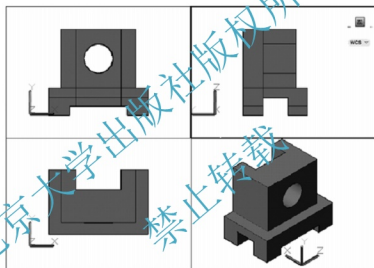
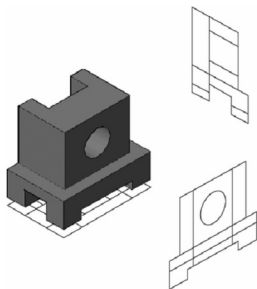

图 13-7 使用【轮廓】命令后的视口显示
图 13-8 使用【轮廓】命令后的模型空间显示
重复执行 SOLPROF 命令的操作过程, 分别激活俯视图和左视图, 选择其中的图形, 此时, 三个视口中增加了在模型上描下的轮廓, 而且按照可见与不可见, 将轮廓线分别放置在不同的图层上。此时的三个视口如图 13-7 所示, 实体上明显增加了一些图线。单击【模型】标签, 结果如图 13-8 所示, 在实体的三个方向上, 投出了二维图形。
(8) 冻结实体模型所用的图层。如图 13-7 所示, 虽然各个视口中已经生成了二维投影, 由于其背后的实体的存在, 该二维图形显示不清楚, 为了使每个视口仅显示对应的二维图形, 而且仍保留实体模型, 需将每个视口中实体模型所在图层冻结, 其操作过程为: